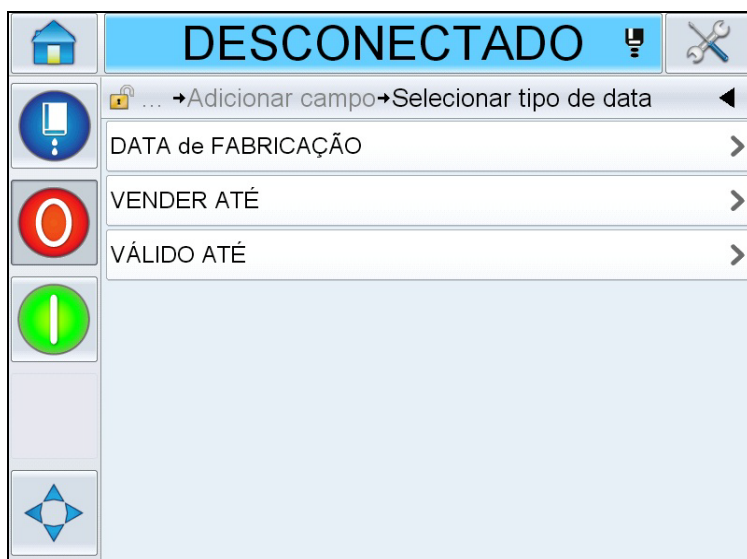

Figura 5-25: Página Tipo de Data
- 4 Selecione o campo *Código de Data*. A página a seguir é exibida (Figura 5-25).